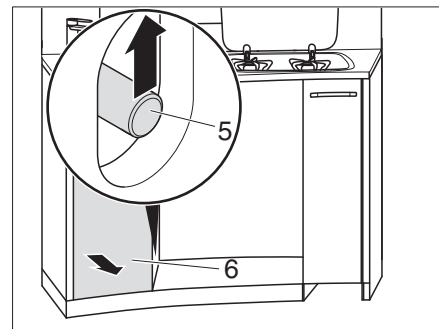

Fig. 123 Desbloquear el cajón superior de la cocina
- Introducir la mano a través de la abertura y empujar hacia arriba la barra de empuje (Fig. 123,5).